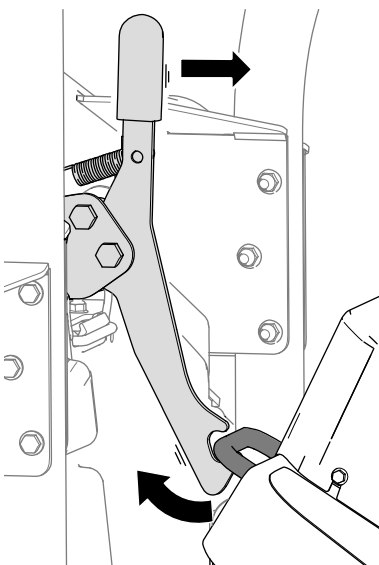

Figura 38
1. Desenganche el cierre de la unidad de corte del soporte de amarre (Figura 38) girando ligeramente la unidad de corte hacia adelante (Figura 36) y tirando hacia adelante de la palanca del cierre.